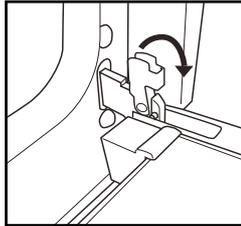

Fig. 1
2. Levante as linguetas e empurre-as o mais possível para a frente (Fig. 1).